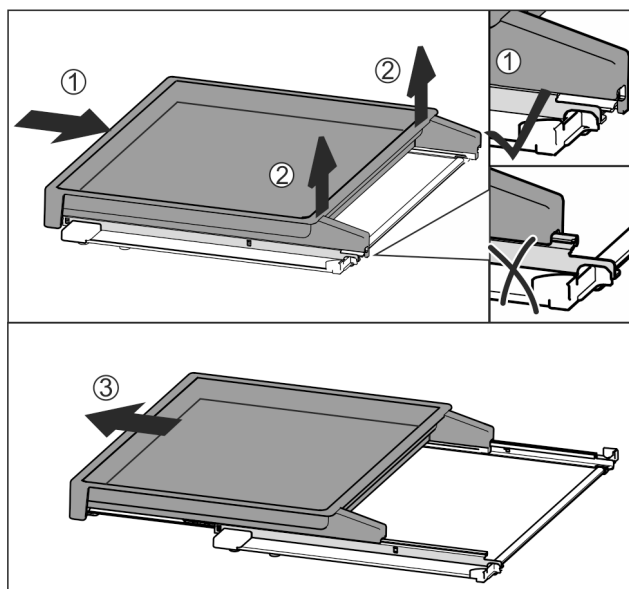

Fig. 43
- ▶ Insérer complètement la bordure télescopique Fig. 43 (1).
- ▶ La désenclencher à l'arrière Fig. 43 (2).
- ▶ Sortir la bordure télescopique par l'avant Fig. 43 (3).